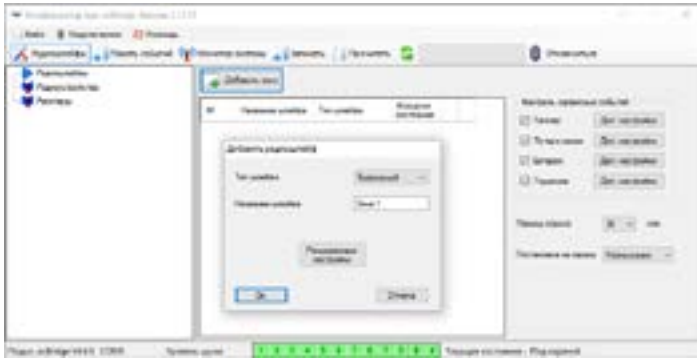

РИС. 3. Добавление зоны
4.2. Каждый подключаемый к ocBridge датчик (устройство) необходимо зарегистрировать, используя программу «Конфигуратор Ajax ocBridge». Для регистрации датчиков нужно создать в конфигураторе зону(ы), если они не были созданы ранее. Для создания зоны надо выбрать курсором пункт «Радиошлейфы» и нажать кнопку «Добавить» (РИС. 3).